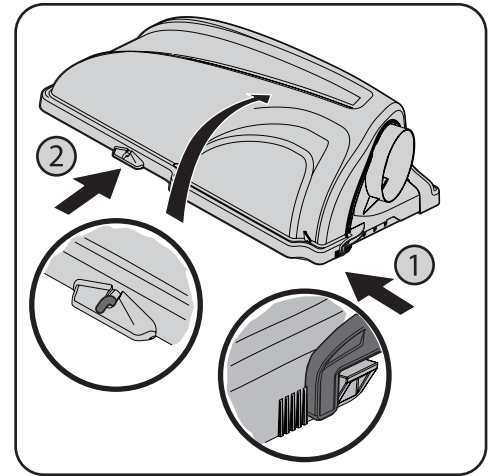

Figure 4-22
3. Fixez le coude de la goulotte au plateau de coupe à l'aide du bouton à ailettes (720-04122) fourni avec la trousse de quincaillerie 689-01419. Consultez la Figure 4-22.
Remarque : Le cas échéant, retirez le capuchon protecteur de la tige de fixation du plateau de coupe, comme indiqué dans l'encart supérieur de la Figure 4-22.